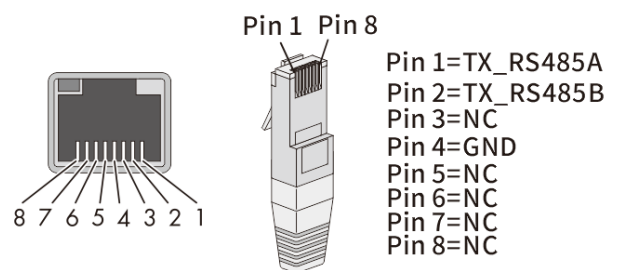

Abb. 32 Kabelanschlussbelegung
2. Netzkabel abisolieren und Kupferdraht an die entsprechende Klemme (nach DIN 46228-4, bauseits) des handelsüblichen Netzwerkstecker (RJ45) crimpen (Siehe Abb. 32).